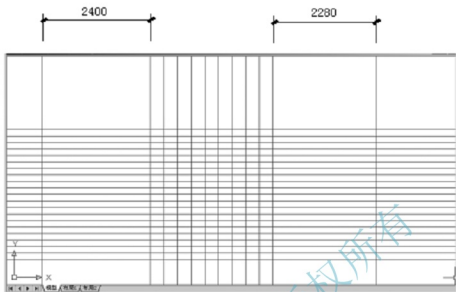

图 4.105 偏移构造线
(5) 将第一根垂直构造线向左偏移 2400mm，将最后一根垂直构造线向右偏移 2280mm，结果如图 4.105 所示。2400mm 为走道的宽度 2100mm 与缓冲平台的宽度 300mm 之和，2280mm 为楼梯休息平台的宽度。